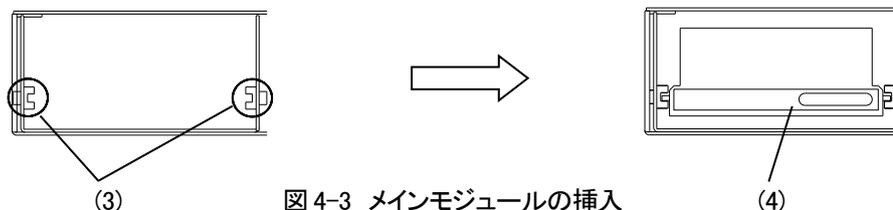

図 4-3 メインモジュールの挿入
(4) 筐体前面のスロット内部に異物がないことを確認しメインモジュールを挿入します。
- ・図 4-3(3)のスロットに、メインモジュールの基板を滑り込ませます。
(5) 奥までメインモジュールを押し込みます。
- ・その際、図 4-3(4)の辺り(正面パネルの下側)を押すようにしてください。
(6) 前面パネルを取り付けます。